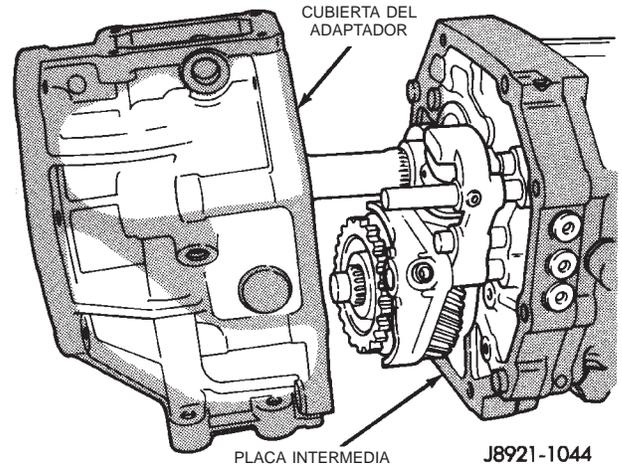

Fig. 29 Desmontaje de la cubierta del adaptador y retenedor de cojinete trasero
(17) Retire la cubierta del adaptador y retenedor de cojinete trasero (Fig. 29).
(18) En las transmisiones de 4x2: